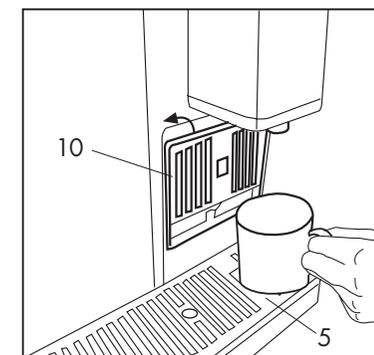

Fig.5
- Controle que no hayan cápsulas en el interior y encienda la máquina accionando el interruptor principal (2)
- Cierre el soporte para taza pequeña (10) y coloque una taza grande en la rejilla (5) **(Fig. 5)**